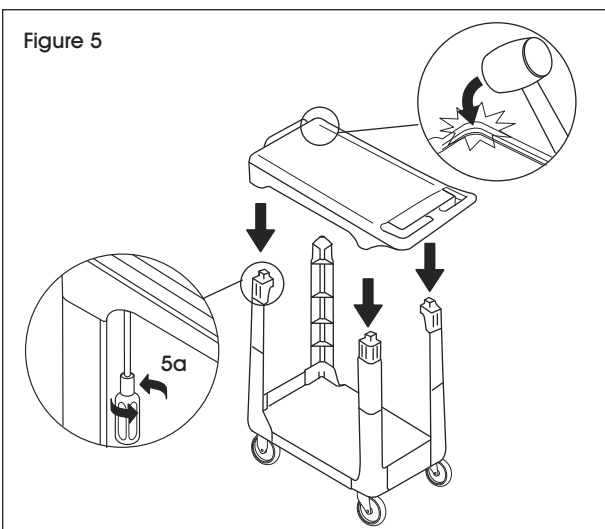

Figure 5
8. Turn cart upright so casters are on the ground and supports are vertical. (See Figure 5)
8. Retournez le chariot de façon à ce que les roulettes reposent sur le sol et que les supports soient à la verticale. (Voir Figure 5)